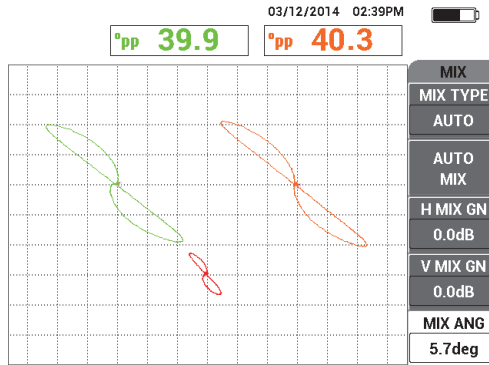

**Figura 5-145 Rastreamento da abertura de passagem de parede**
16. Coloque a sonda próxima da abertura na parede, pressione o interruptor de pé NULL e, em seguida, rastreie a abertura fazendo o movimento de puxar (veja Figura 5-145 na página 232).